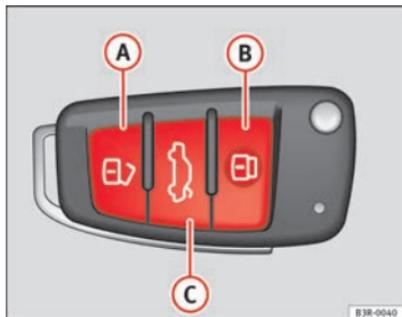

Fig. 77 Clé à radiocommande : affectation des touches
- Appuyez pendant environ une seconde sur la touche **A** ⇒ fig. 77.